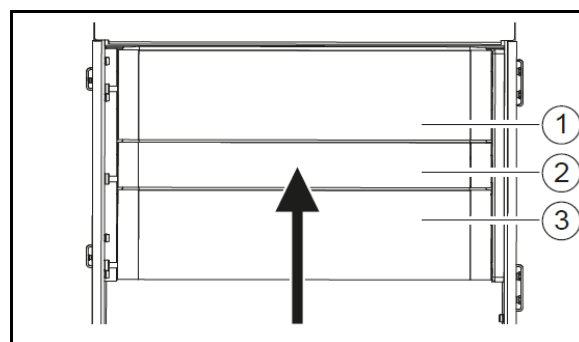

Bild 192
1. Demontera cirkulationsfiltret (Bild 192/1).